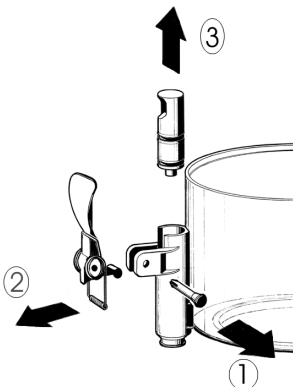

figura 1
- 3 Disassemblare il rubinetto con la sequenza indicata (vedere figura 1).
3 Riassemblare il rubinetto sul contenitore con sequenza inversa rispetto a quanto fatto per lo smontaggio (vedere figura 1).